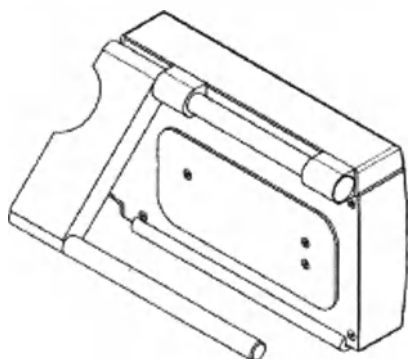

Рис.13 Пульт управления, направляющий стержень откинут.
- Для этого сначала нужно закрепить штекер (2) в разъеме (3).
- Затем осторожно поднять пульт управления вверх и снять, вынуть из разъема штекер (2), держа его за ручку.
Нижний направляющий стержень (8) можно непрерывно поворачивать в диапазоне до 90° так, чтобы пульт управления можно было установить устойчиво и удобно для пользователя (рис.13). Кроме того, благодаря этому можно регулировать наклон пульта управления в